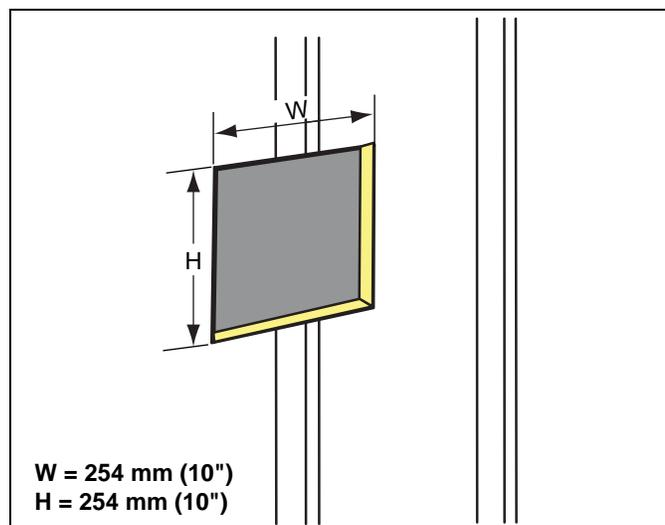

Figure 3C Modèle 120 000-225 000 BTU
REMARQUE: Les mesures d'ouverture de conduit sont de 254 mm (10") de largeur (W) x 254 mm (10") de hauteur (H). (Voir Figure 3C.)
REMARQUE: Les mesures d'ouverture de conduit sont de 280 mm (11") de largeur (W) x 254 mm (10") de hauteur (H). (Voir Figure 3C.)
4. Localisez 4 x's pour le conduit d'extension de traversée (6) et découpez d'un trou à l'autre jusqu'à retirer l'ouverture. (Voir Figure 3C.)